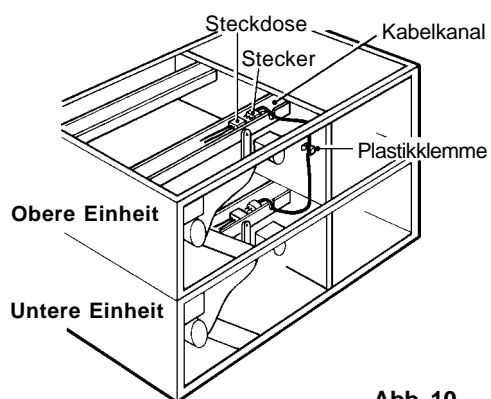

Abb. 10
- 15) Im Kabelkanal der unteren Einheit befindliche Kabel, die in Schritt 10) ausgesteckt wurden, (mit 3-Wege-Stecker) mit denen der oberen oder mittleren Einheit verbinden. Kabel mit mitgelieferter Plastikklammer sichern. Plastikabdeckung wieder aufsetzen. Siehe Abb. 10.